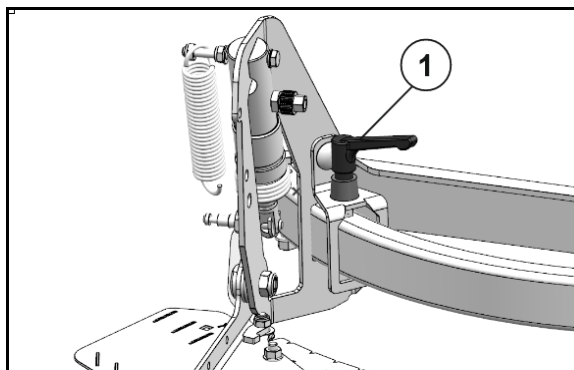

Fig. 66
1. Para ello, soltar la palanca de apriete (Fig. 66/1).